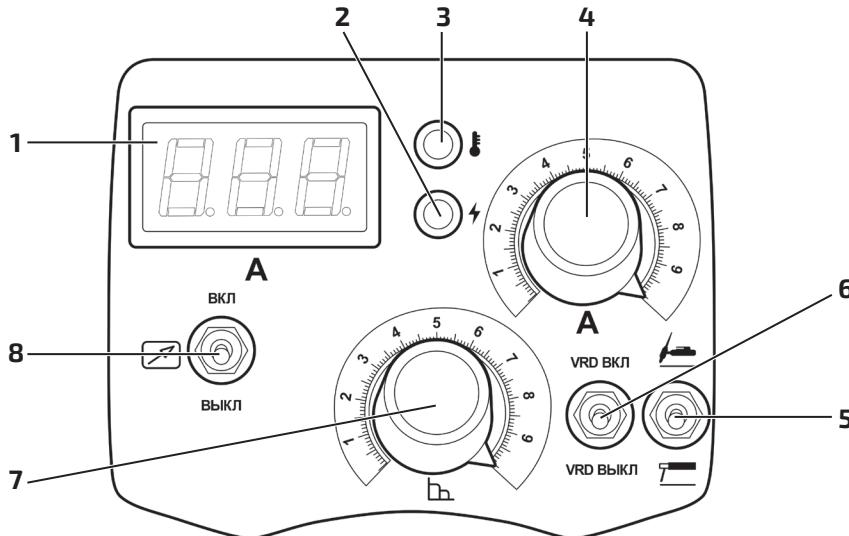

Рис. 6.1.1. Панель управления аппарата TECH ARC 205 B (Z203).
5	Панель управления (см. рис. 6.1.1).
4. Перейдите в режим MMA (см. рис. 6.1.1, п. 5) на передней панели сварочного аппарата.